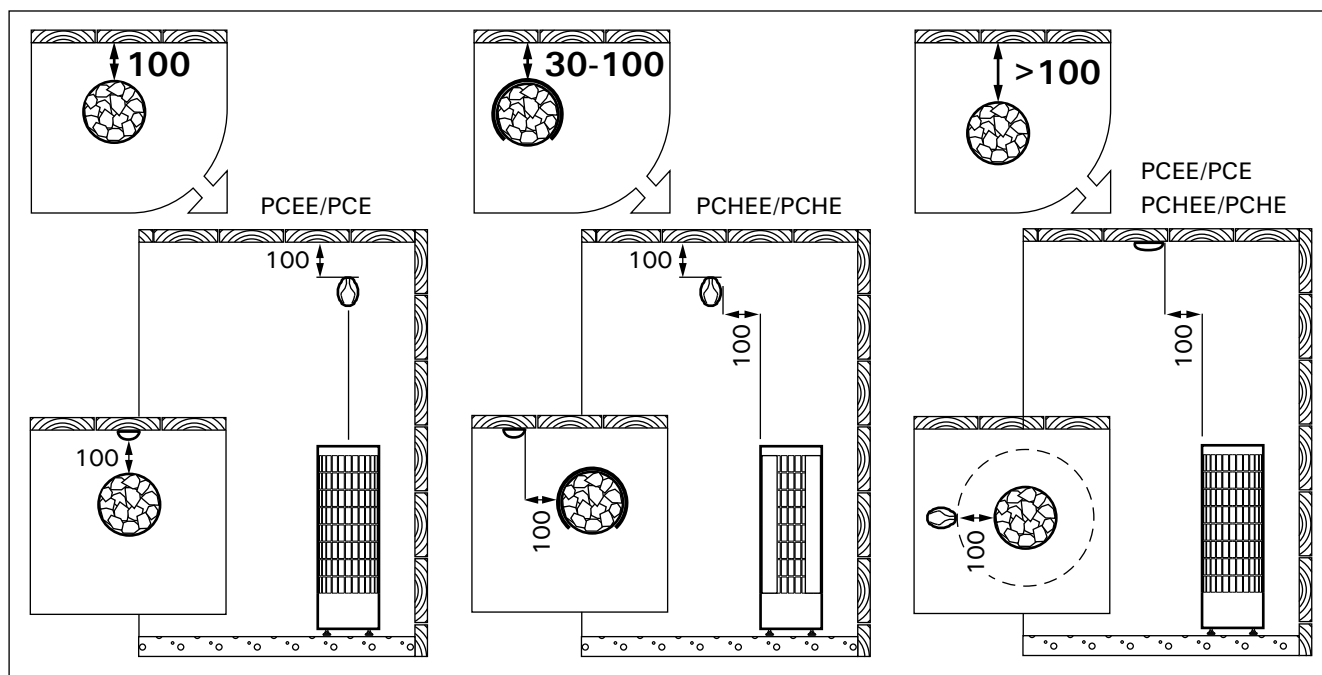

Рисунок 6. Установка температурного датчика (все размеры приведены в миллиметрах)
- **РСЕЕ:** Установите датчик на стену сауны, как показано на рис. 6. Вставьте кабель датчика в разъем нагревателя по принципу цветового соответствия.
- **РС-Е:** Установите датчик (WX247 поставляется вместе с каменкой) на стену сауны, как показано на рис. 6.
Датчик следует устанавливать в место, указанное в данной инструкции (рис. 6). Если не соблю-